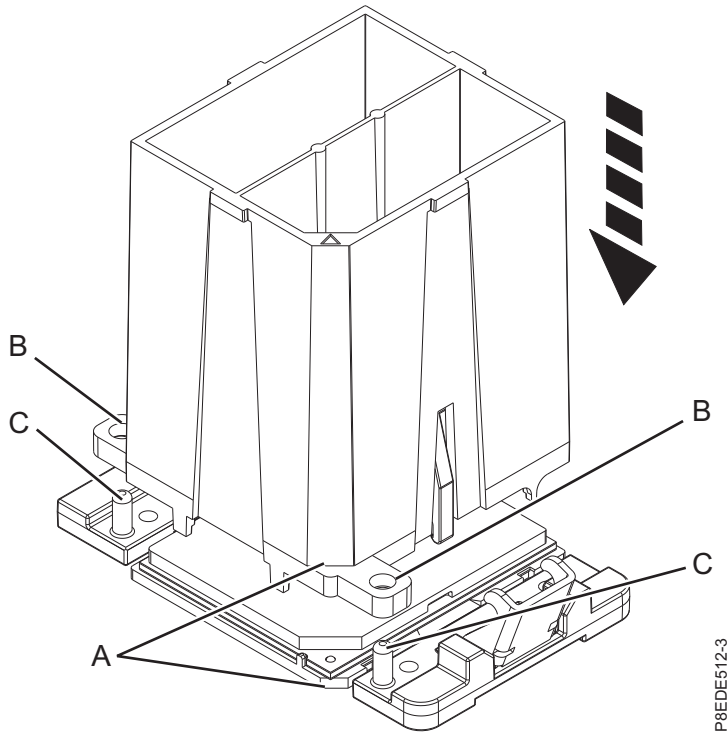

Figura 5. Cómo bajar la herramienta de extracción en el módulo del procesador del sistema
- a. Utilizando la herramienta de extracción suministrada, alinee la esquina biselada (A) de la herramienta sobre la esquina biselada del módulo del procesador del sistema, como se muestra en la Figura 5 en la página 8.
- b. Baje la herramienta sobre el módulo del procesador del sistema, asegurándose de que las dos patillas de guía (C) se inserten en los orificios de alineación (B) en cada lado de la herramienta.